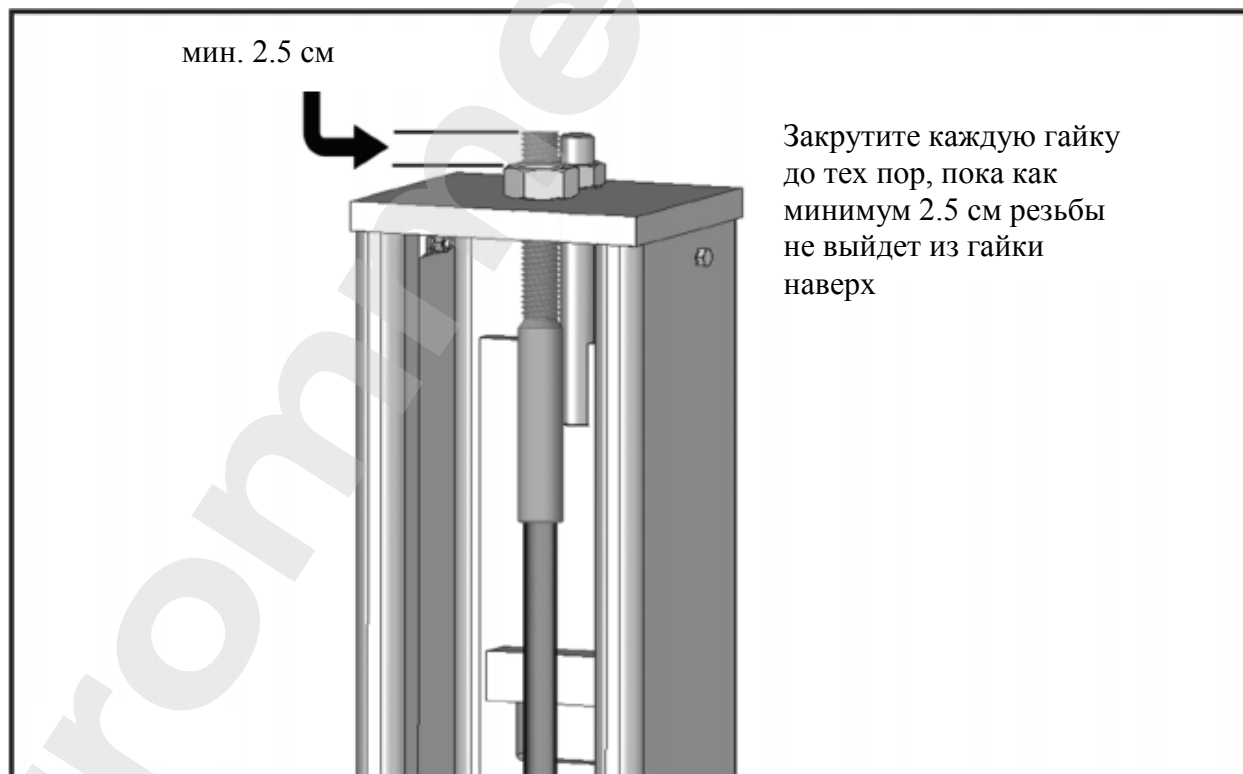

Рис. 8.4
4. Накрутите гайки и затягивайте их до тех пор, пока как минимум 2,5 см резьбы не выйдет из гайки наверх. Тросы должны быть ослаблены до запуска оборудования и окончательной регулировки тросов (см. рис. 8.4).